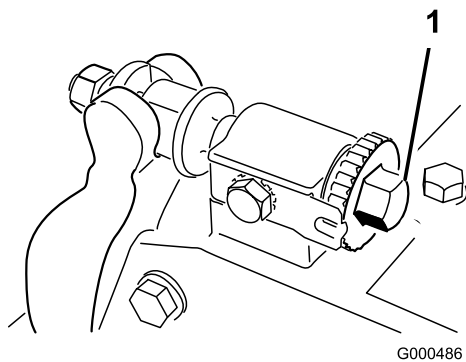

Figura 11
1. Rode os parafusos de ajuste da barra de apoio no sentido contrário ao dos ponteiros do relógio para assegurar que a barra de apoio não entra em contacto com o cilindro (Figura 11).